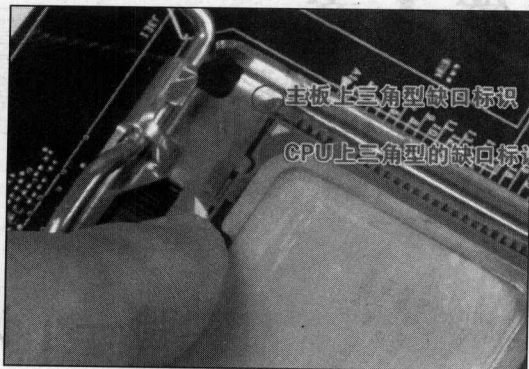

图 1-2 将 CPU 正确插入插座
② 将 CPU 上针脚有缺针的部位对准插座上的缺口，再将 CPU 轻轻按下去。如果 CPU 的第一脚位置不正确，CPU 无法插入，请立即更换至正确位置，如图 1-2 所示。